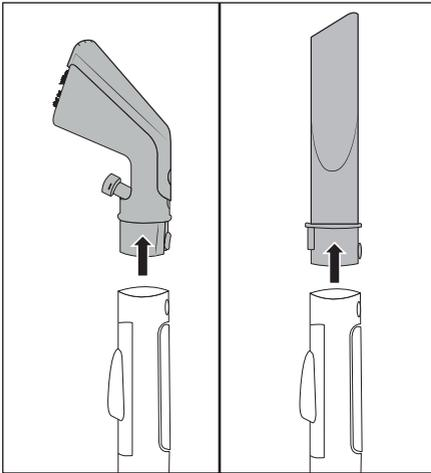

Fig. 8
- ◆ Tryk på låseknappen 25/32 og tag polstermundstykket 22 eller fugemundstykket 24 af sprøjte-/sugeslangen 19 (se fig. 8).